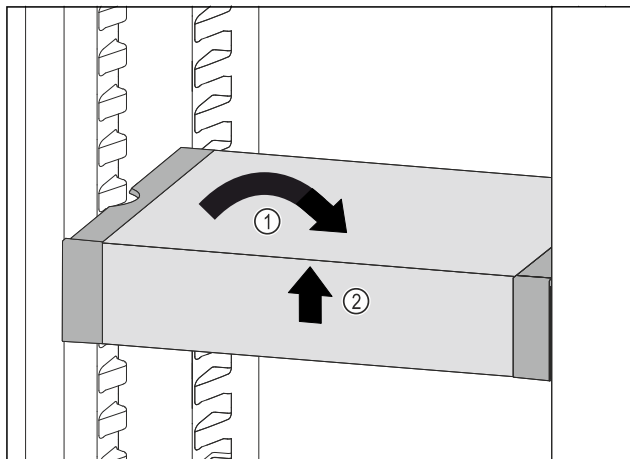

Fig. 195
- ▶ VarioSafe postavte rovně. Fig. 195 (1)
- ▶ VarioSafe vpředu zvedněte. Fig. 195 (2)